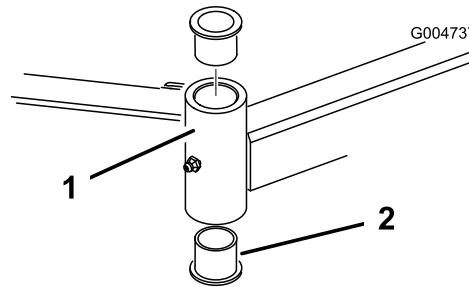

Рисунок 81
- Вставьте пробойник сверху или снизу монтажной трубы и выбейте втулку из трубы (Рисунок 81).